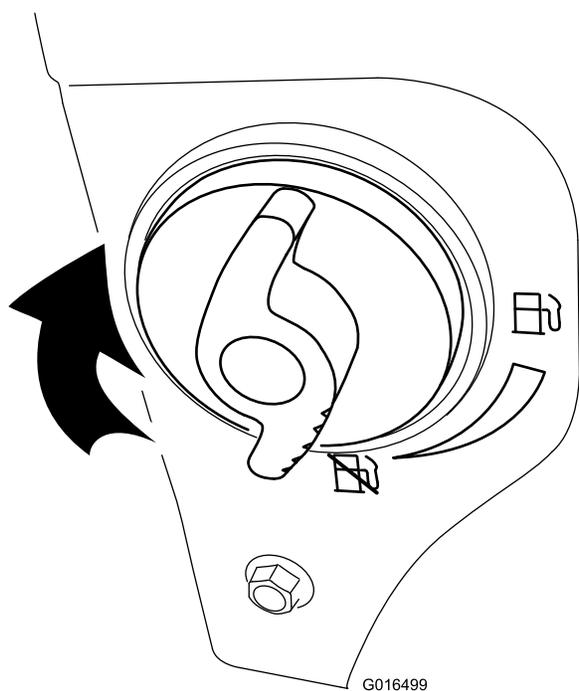

Figura 33
4. Girate la valvola d'intercettazione del carburante per chiuderla (Figura 33).